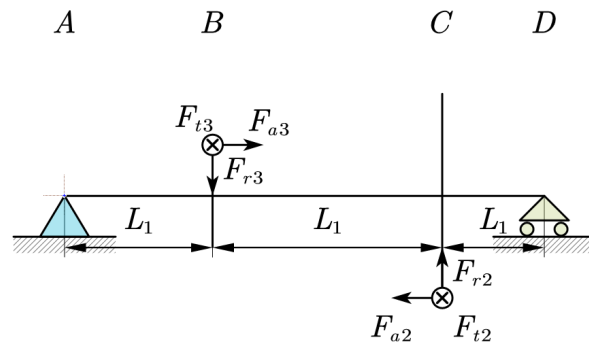
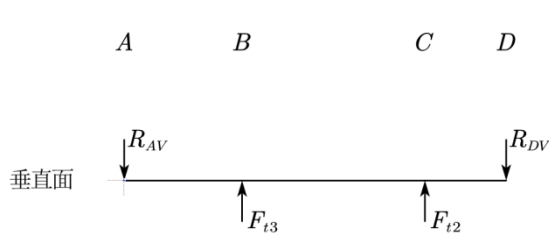
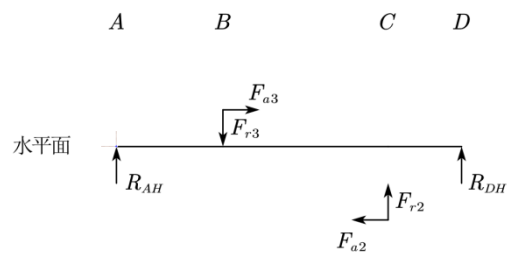

图 1 空间受力情况
图 2 垂直面受力情况
图 3 水平面受力情况
c) 轴 2 的空间受力情况如图 1 所示, 垂直面受力情况如图 2 所示, 水平面受力情况如图 3 所示。